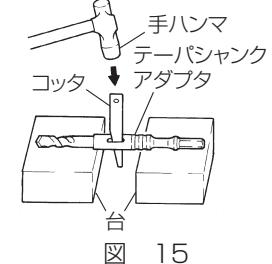

図 15
- (1) テーパシャンクアダプタにテーパシャンク付ドリルビットを取り付けます。
- (2) スイッチを入れ、穴あけ深さ表示溝まで穴をあけます。
- (3) スポイトで掃除した後、アンカーの先端にプラグを付け、手ハンマなどで打込みます。
- (4) テーパシャンク付ドリルの取りはずしは、テーパシャンクアダプタの長穴部分にコッタを入れ、下に台を置いてコッタの頭を手ハンマでたたいてはずします。(図15)